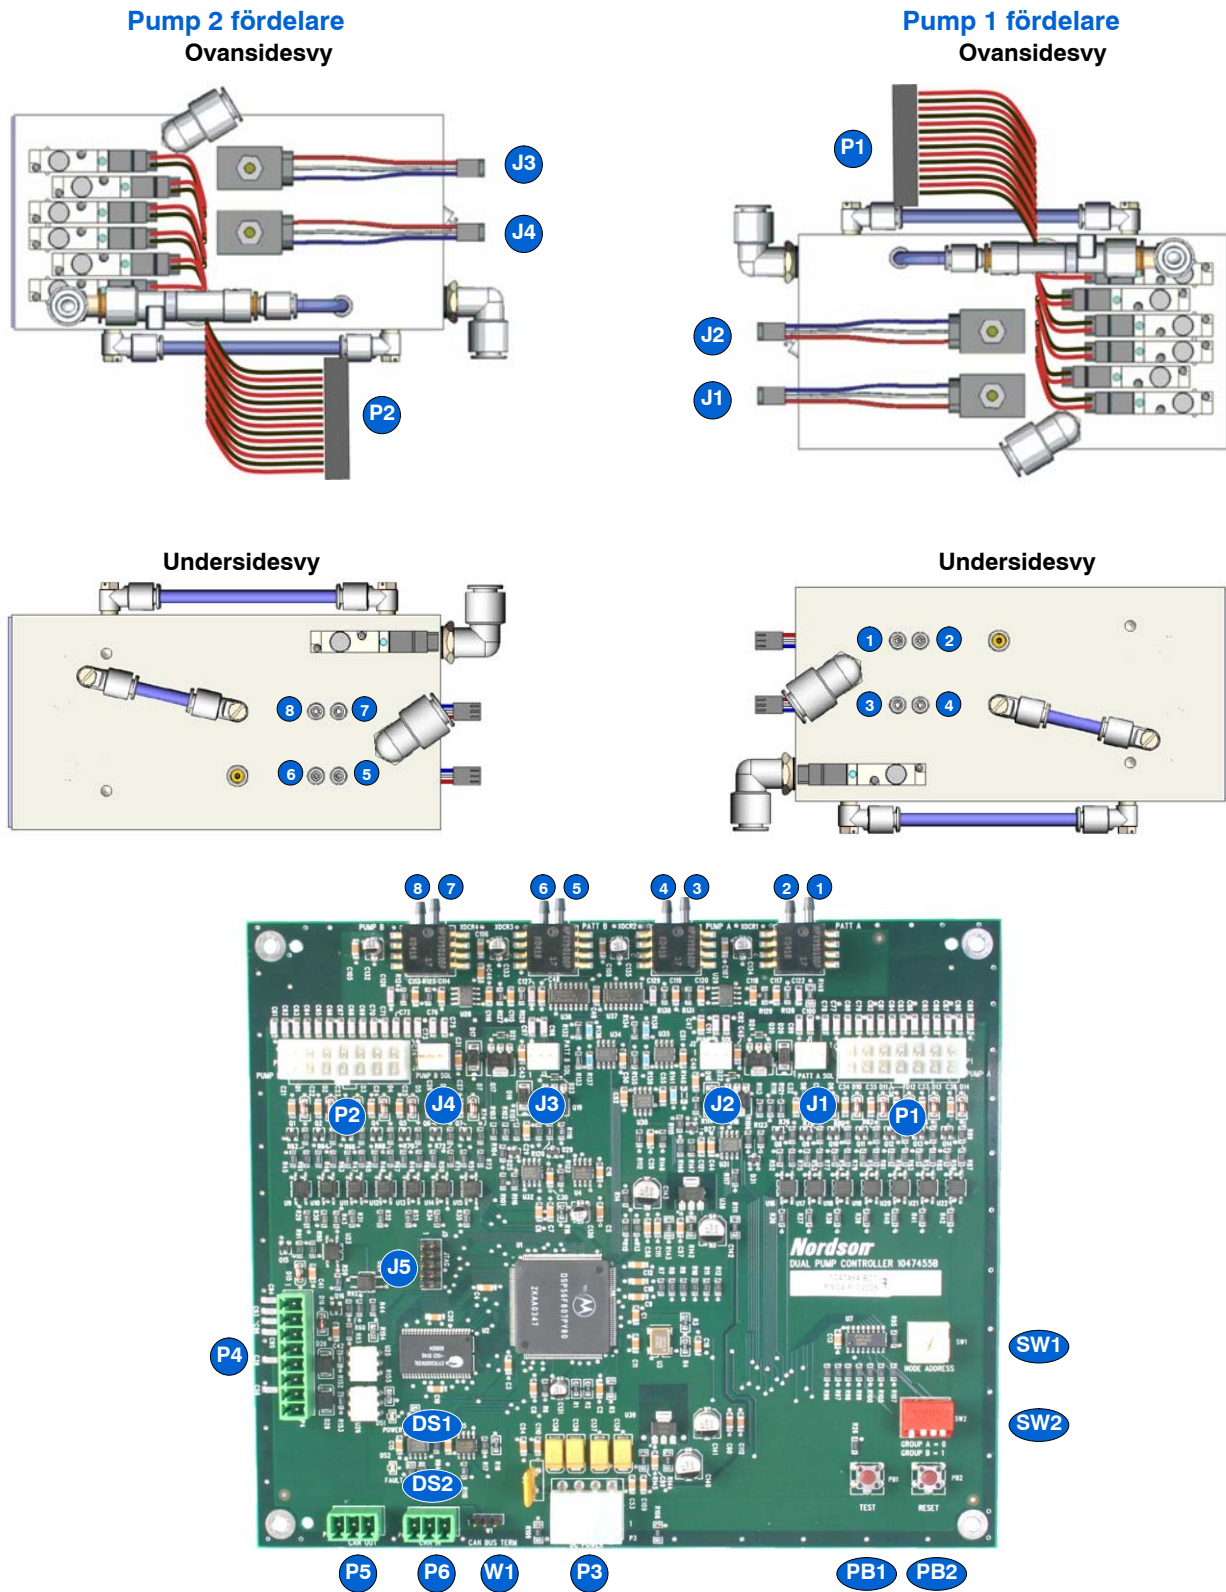

Bild 3 Anslutningar mellan kretskortet och fördelaren för pumpstyrning
6. Se bild 3. Anslut det nya kretskortets åtta luftslangar för tryckgivare till rätt anslutning på pumpstyrningens fördelare.